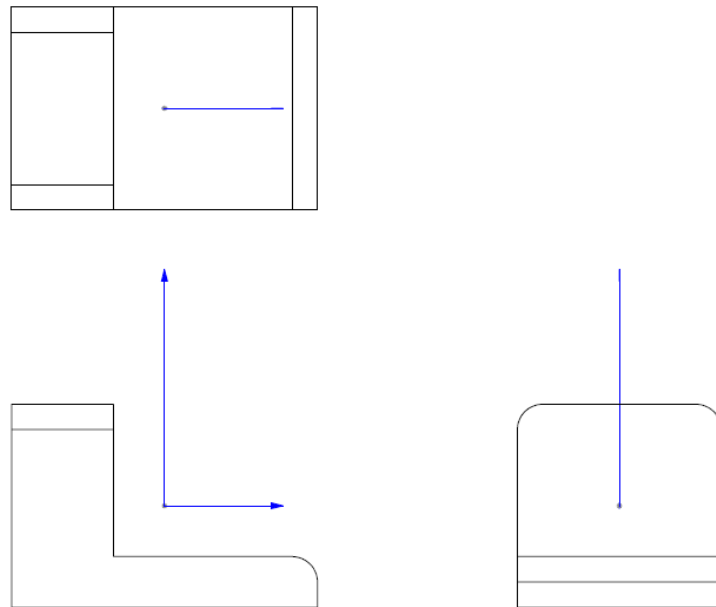

Ilustración 93
Paso 3: Para ubicar las vistas en el plano es necesario dar clic sobre la vista **Frontal**, y ubicarla de manera que se pueda posicionar la vista **Superior** sobre esta y la vista **Derecha** a su costado, simplemente moviendo el mouse hasta estas direcciones (ver ilustración 93).